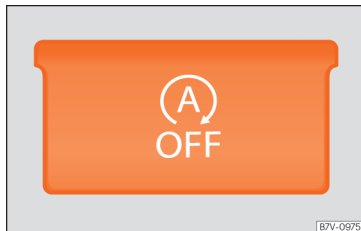

Abb. 233 Ansicht der Mittelkonsole: Schalter für Start-Stopp-Betrieb.
- Um das Start-Stopp-System manuell aus-/einzuschalten, drücken Sie die Taste  »» **Abb. 233.**